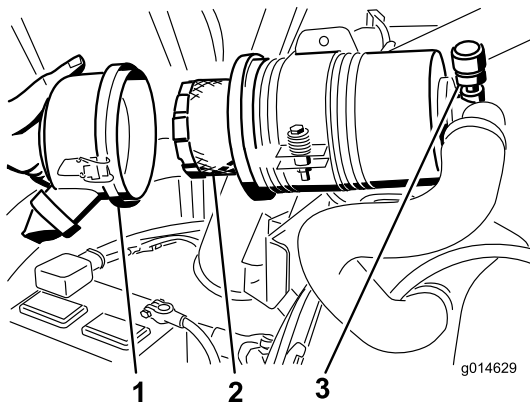

Figura 51
3. Retire y cambie el filtro (Figura 51).